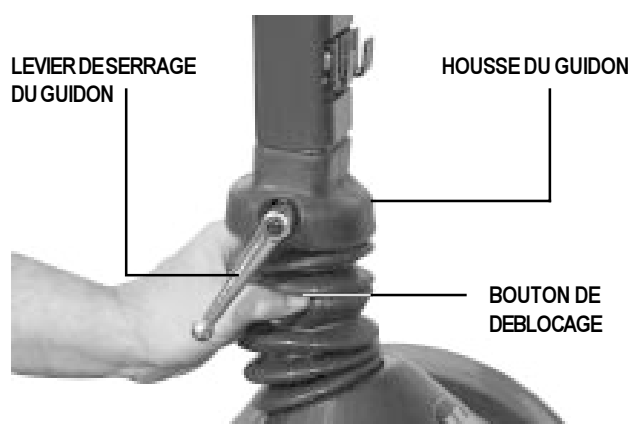

Figure 10. Reglage angle du guidon
1. Tournez le levier dans le sens opposé à l'horaire pour desserrer. Si le levier vient en contact avec le panier, tirez-le vers l'extérieur, tournez-le dans le sens horaire et relâchez-le. Continuez de tourner jusqu'à ce que le guidon bouge. Voir la figure 10.